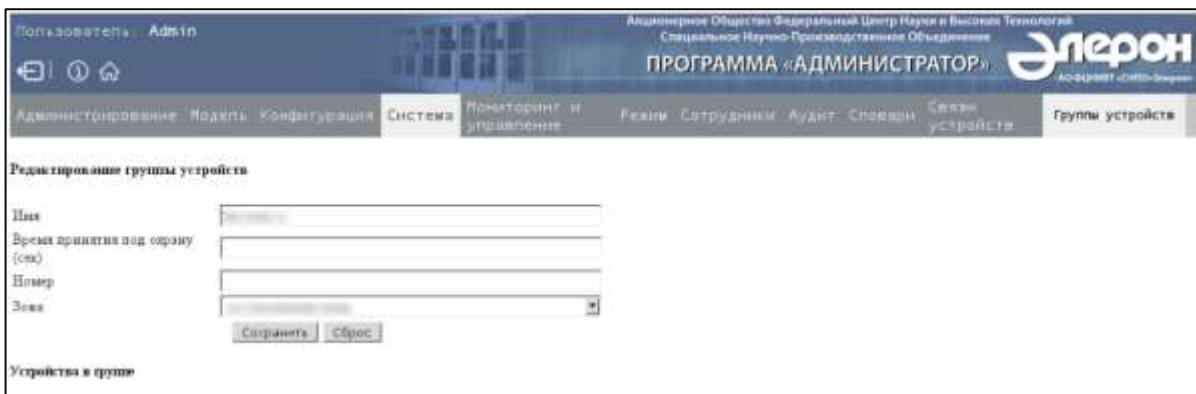

Рис. 16
3) в открывшемся бланке «Редактирование группы устройств» (Рис. 16) выполнить: